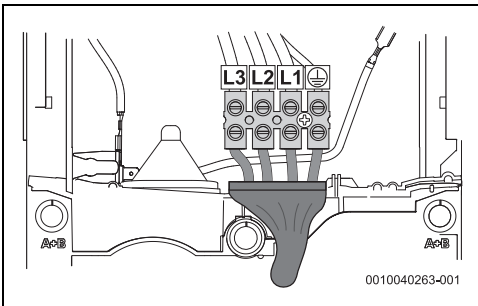

Bild 46 Anschluss unten für kurze Kabel
- Anschluss unten für kurze Kabel (Abb. 46)